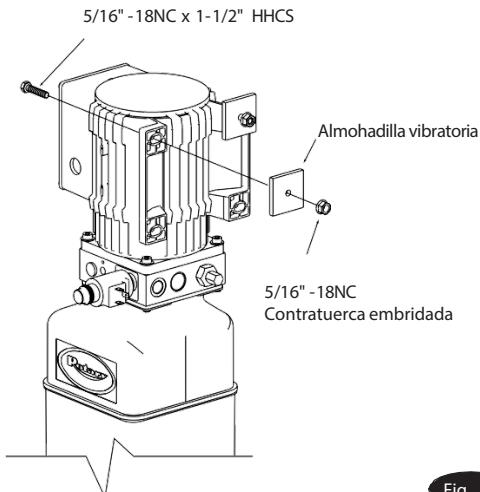
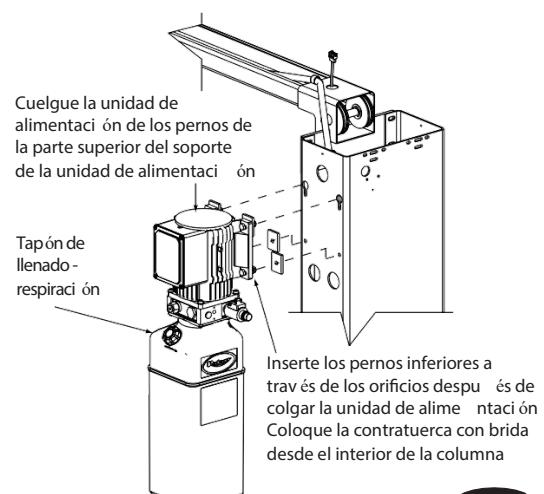
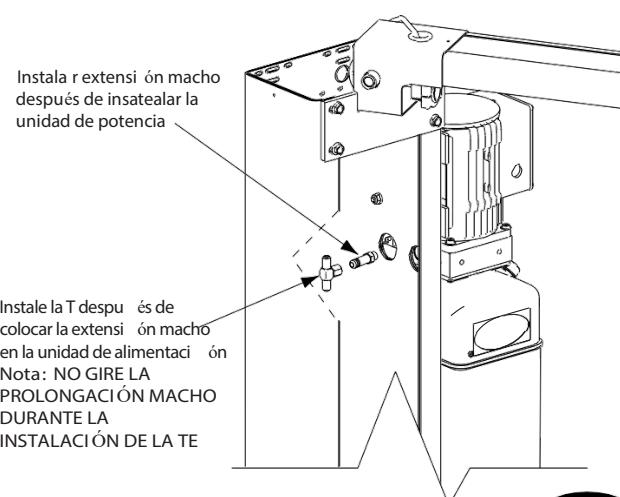

Fig. 10
Fig. 11
Fig. 12
Coloque (2) HHCS de 5/16" -18NC x 1-1/2" a través de los orificios superiores del soporte de la unidad de potencia utilizando la almohadilla antivibraciones para mantenerla en su lugar, Fig. 10. Instale las tuercas con brida de 5/16"-18NC hasta que el extremo del perno esté a ras con el extremo de la tuerca. Instale la unidad de potencia en la extensión de la columna, Fig. 11. Deslice la combinación de perno/tuerca en el conjunto superior de orificios y hasta el fondo de la ranura. Instale los HHCS, la almohadilla antivibratoria y los HHCS con brida en los orificios inferiores de la unidad de potencia y apriételos. (Asegúrese de colocar la almohadilla antivibraciones entre la unidad de potencia y la extensión de la columna). Apriete el HHCS superior y la tuerca. Instale y apriete a mano la extensión macho a la bomba hasta que la junta tórica esté asentada, Fig 12. Continúe apretando la contratuerca a 14- 20Nm (1,4- 2,1kg-m), o hasta que la tuerca y la arandela toquen fondo contra el colector de la bomba.
Instale la T giratoria hembra en la extensión macho, Fig. 12. Utilice el procedimiento de apriete de los accesorios abocardados para apretar la unión en T giratoria hembra a la extensión macho.